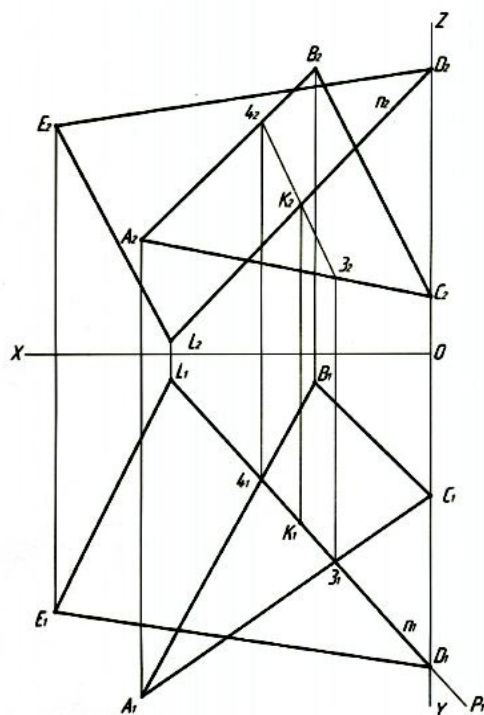

Рис. 3. Построение точки  $K$  — точки встречи перпендикуляра  $n$  с плоскостью  $R(ABC)$  и нахождение точки  $L$
3. Построить точку  $K$ — точку встречи перпендикуляра  $n$  с плоскостью  $R(ABC)$  [ $K = n \cap R(ABC)$ ]. Завершить построение треугольника  $DEL$ , построив точку  $L$ . Точка  $L$  принадлежит перпендикуляру  $n$  [ $L \in n$ ]. Точка  $D$  симметрична точке  $L$  относительно плоскости  $R(ABC)$  [ $DK \cong KL$ ] (рис. 3).
Получив точку  $K$ , мы можем построить точку  $L$ . Так как, точка  $D$  симметрична точке  $L$  относительно плоскости треугольника  $ABC$ , то откладываем  $KL=DK$ . Сначала строим горизонтальную проекцию  $L_1$ , а затем с помощью ЛПС находим фронтальную проекцию  $L_2$  или наоборот (рис. 3).